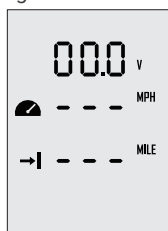

Abbildung 4-9
Schritt 1: Halten Sie bei eingeschaltetem Gerät die Taste „M“ 2 Sekunden lang gedrückt, um die Einstellungsseite aufzurufen, wie in Abbildung 4-9 gezeigt. Die Benutzer können die angezeigten Elemente ihren persönlichen Anforderungen und Vorlieben entsprechend auswählen.